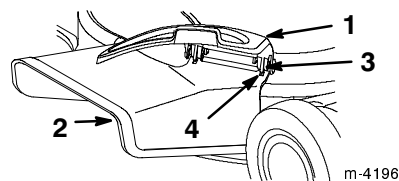

Figure 50
- Introduisez l'éjecteur dans l'ouverture, en alignant les fentes de l'éjecteur avec les languettes situées sous le couvercle (Fig. 50).
- Ouvrez le couvercle de l'ouverture latérale et déposez l'éjecteur latéral (Fig. 50).